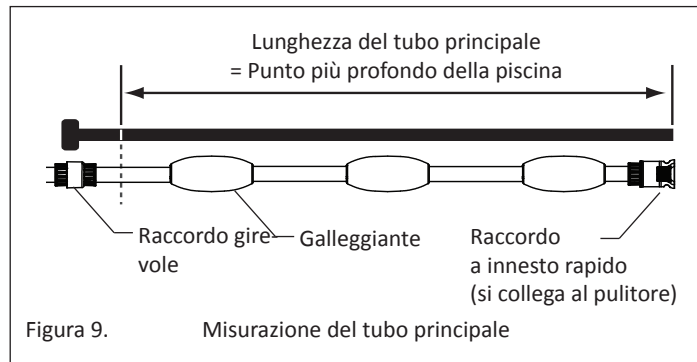

Figura 9.
2. Se la profondità della piscina è inferiore a 10 piedi, scollegare il tubo principale flessibile color grigio chiaro, contrassegnato come sezione uno, dall'estremità con raccordo girevole. Tagliare il tubo principale, in modo che la sua lunghezza corrisponda alla parte più profonda della piscina. **Vedere figura 9.**